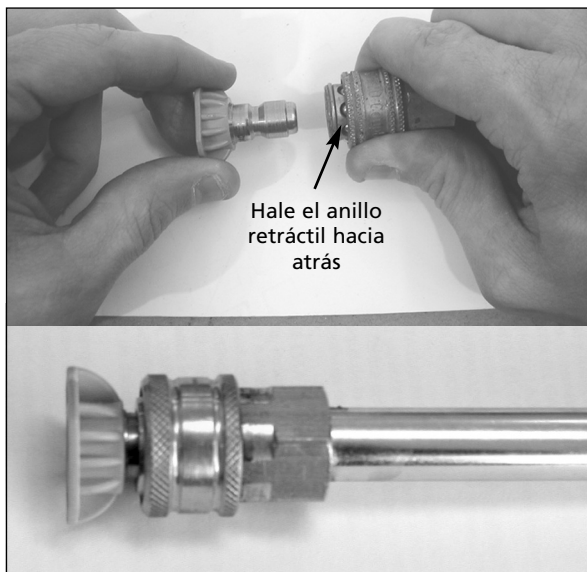

Figura 8 – Instalación de la boquilla de conexión rápida
8. Instale la boquilla de conexión rápida halando hacia atrás el anillo retráctil y presione la boquilla hacia adentro. Suelte el anillo, asegúrese de que vuelva por completo a su posición hacia adelante y que la boquilla quede firmemente insertada (ver figura 8).